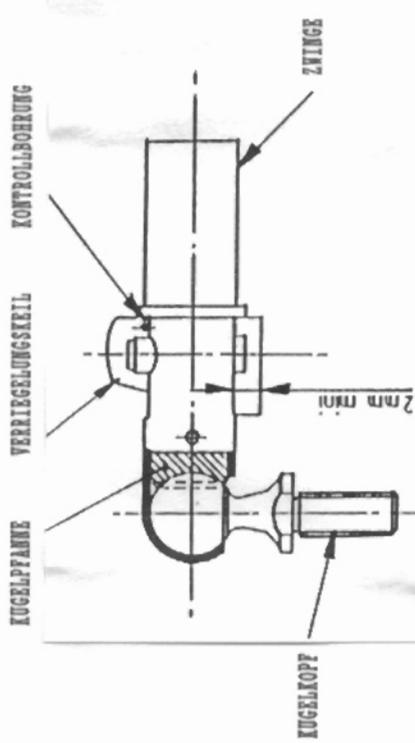

BILD 1
- 2.5. MESSUNG DES ÜBERSTANDES DES UNTEREN ENDES DES VERRIEGELUNGSKEILS NACH ANSCHLUSS DER ZWINGE AN DEN KUGELKOPF** (siehe Bild 1)